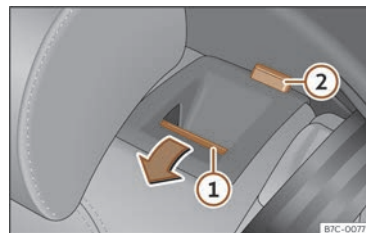

Fig. 97 Asento traseiro: abater o respaldo.
- Prema a tecla de desbloqueo >>> **fig. 97** ① cara adiante e, ao mesmo tempo, abata o respaldo. O respaldo traseiro está desbloqueado cando aparece unha marca vermella na tecla ②.